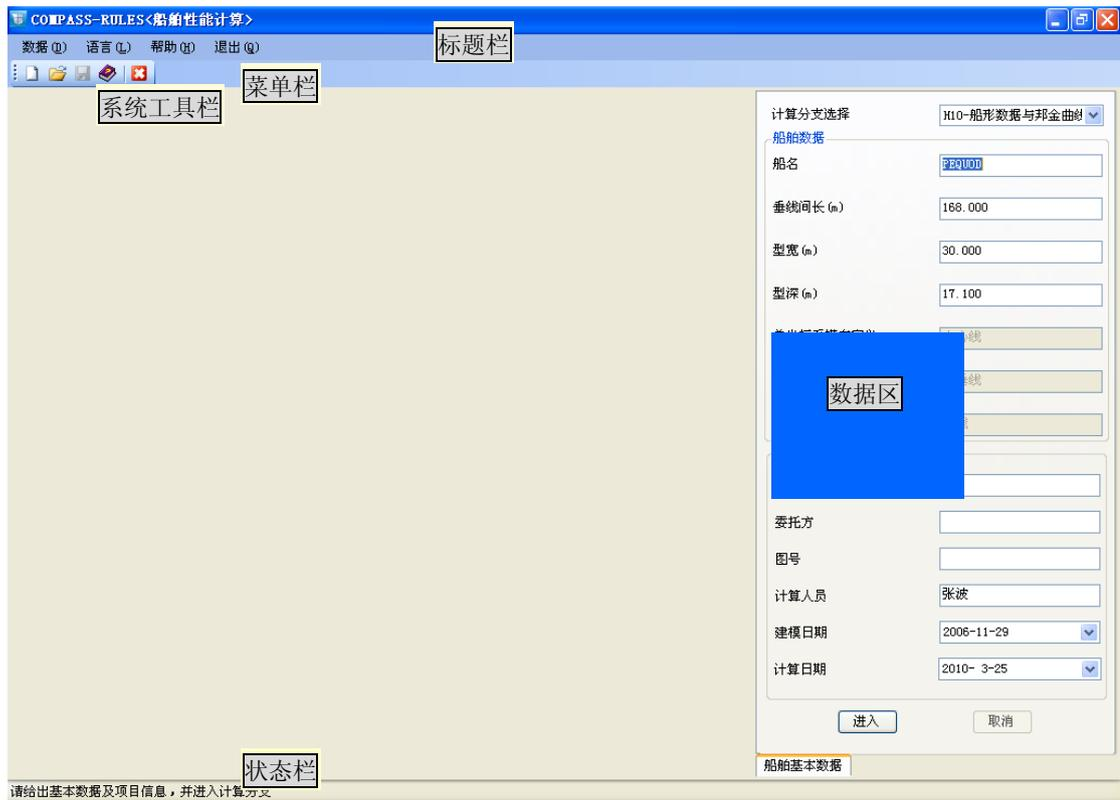

图 1-1
用户从一级界面中选择性能计算分类后，进入性能的二级界面。如图 1-1,该界面由标题栏，菜单栏，系统工具栏，数据区，状态栏五部分组成。
- 打开 compass 软件，选择【计算分类】/【性能】，进入性能计算二级界面图 1-1；